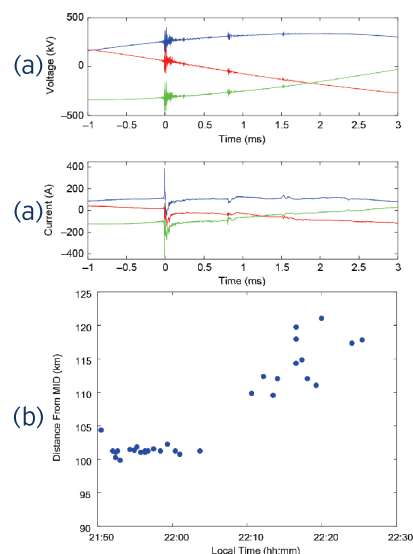

Figura 3 - (a) Tensões e correntes de um dos eventos registrados (b) Localização e horário dos distúrbios
- As assinaturas dos eventos são semelhantes nas diferentes fases, conforme Figura 3;